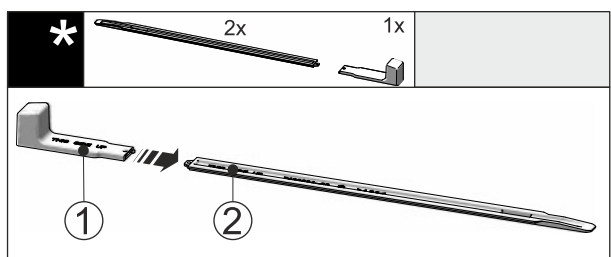

Fig. 54
- Поставете монтажната дръжка Fig. 54 (1) на нивелиращата релса Fig. 54 (2).